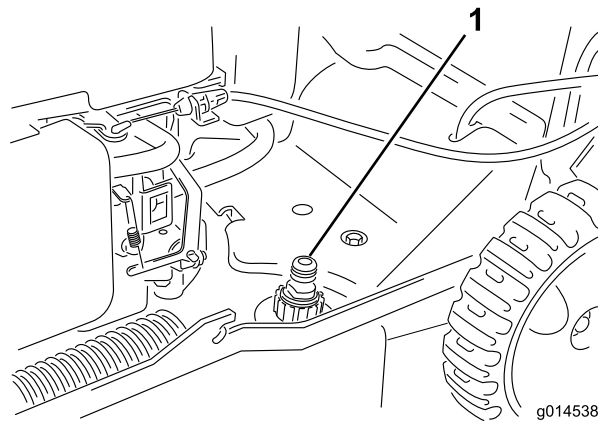

Bild 27
3. Befestigen Sie einen Gartenschlauch, der an einen Wasserhahn angeschlossen ist, am Wasseranschluss (Bild 27).